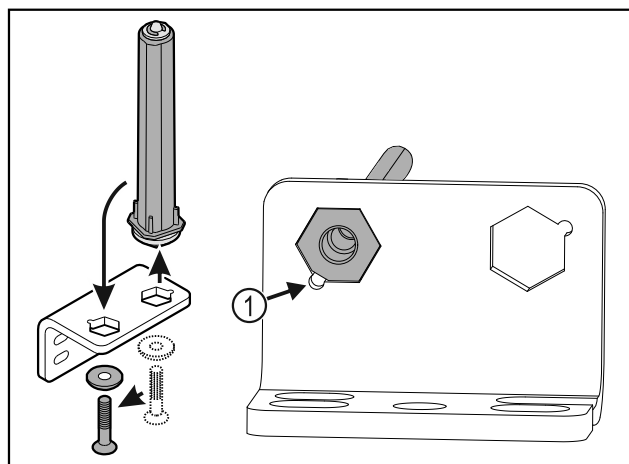

Fig. 33
- ▶ Dbejte, aby při vsazování ukazovalo zešíkmení čepu Fig. 33 (1) ke kulatému otvoru.